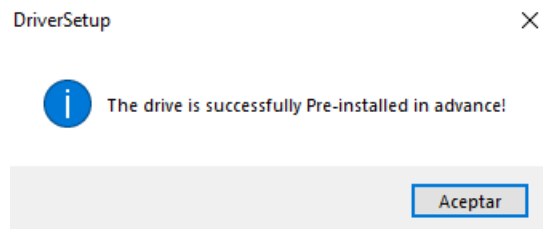

Figura B.2: Instalación correcta
4. Si la instalación se llevó a cabo correctamente, la ventana que aparecerá será la de la Figura B.2. Los controladores se actualizarán automáticamente cuando se conecte la tarjeta de desarrollo Arduino Nano.